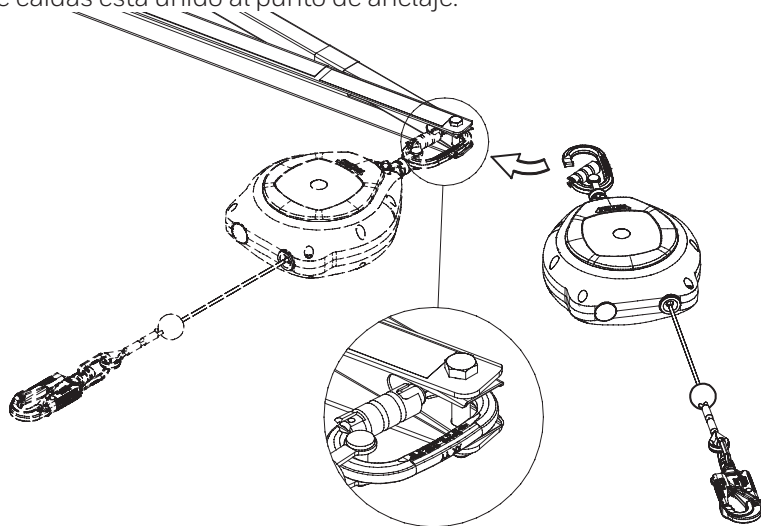

Figura 31. Colocación de un bloque de detención de caídas.
2. El siguiente paso es conectar el bloque de detención de caídas. Asegúrese de que el componente esté correctamente conectado y unido al sistema de anclaje SkyReach. La Figura 31 muestra cómo el bloque de detención de caídas está unido al punto de anclaje.